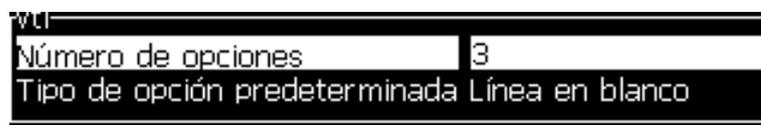

Figura 5-29: Configurar solicitud de lista
- 8 Pulse la tecla Intro para abrir el cuadro de diálogo de configuración para la solicitud de lista (consulte la Figura 5-29).